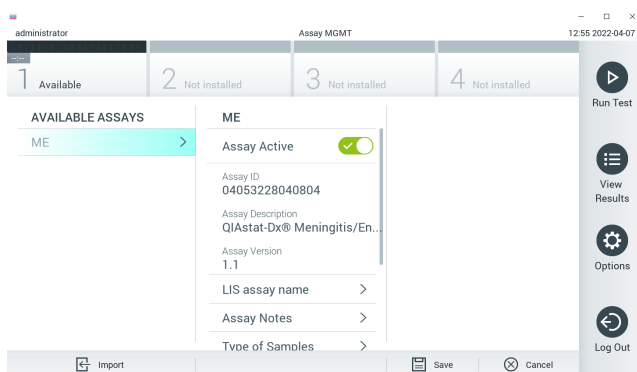

Figura 27. Ativando o ensaio.
7. O ensaio é ativado selecionando Assay Active (Ensaio ativo) (Figura 27).